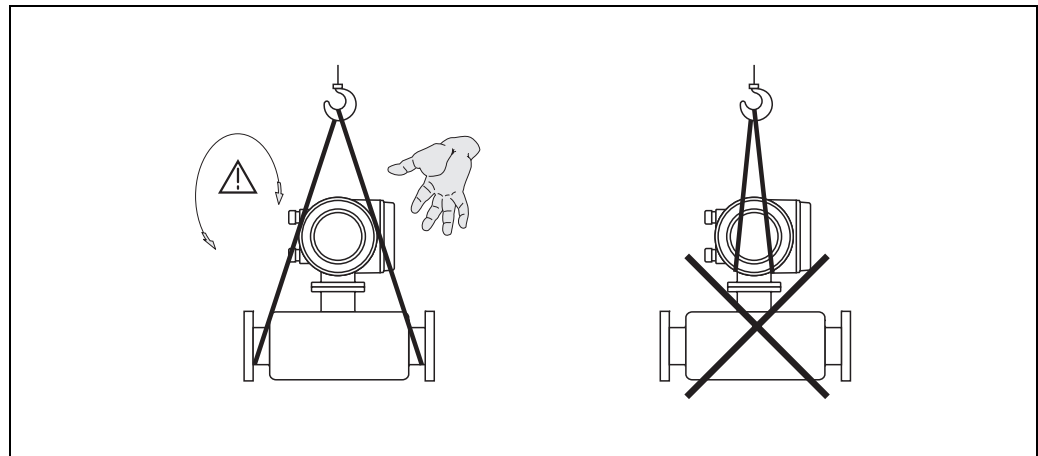

Fig. 4: Istruzioni per il trasporto di sensori con $> DN 40$ ($> 1\frac{1}{2}$ ")
- I misuratori con diametri nominali $> DN 40$ ($> 1\frac{1}{2}$ ") non devono essere sollevati dalla custodia del trasmettitore o, in caso di versione separata, dalla custodia di connessione (Fig. 4). - Usare delle cinghie in tessuto, strette intorno alle due connessioni al processo. Non utilizzare catene, che potrebbero danneggiare la custodia.